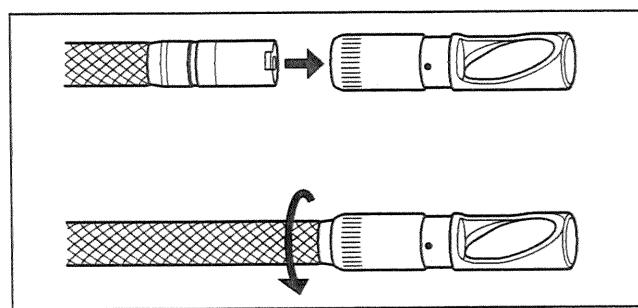

図 3.13
- 側視ミラーアダプターをスコープ先端部にゆっくり差し込み側視ミラーアダプター内側のツメとスコープ先端の固定溝がかみ合う位置まで押し込みます。入らない場合は側視ミラーアダプターのミラー部が回転するように回し、確実にはまり込んでいることを確認してください。ナット第1ねじ部が接続ねじ部を通過するまで時計周りに回します（図 3.13 参照）。